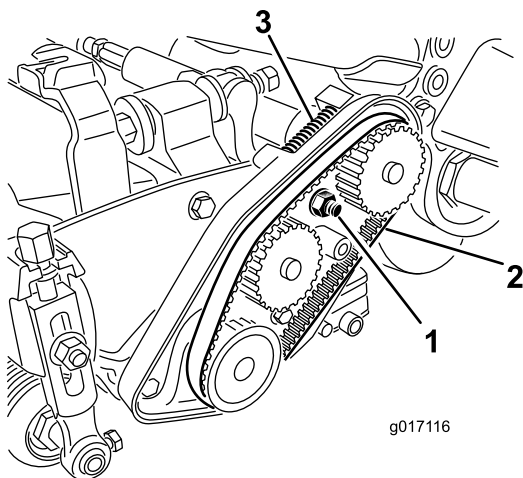

Bild 21
3. Lösen Sie die Mutter des Lagergehäuses (Bild 21).
5. Nehmen Sie den Riemen ab (Bild 21).
12. Stellen Sie sicher, dass die Druckfeder den Riemen spannt (Bild 21).